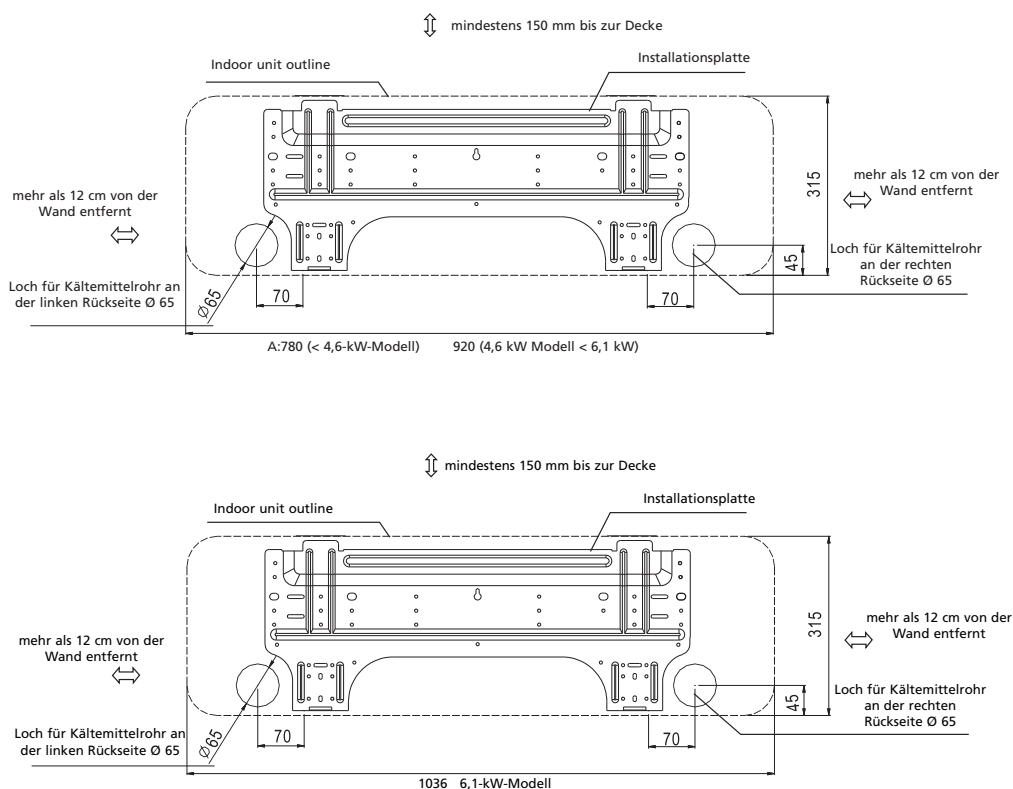

Fig. 5
1. Bestimmen Sie anhand der Zeichnung in Abbildung 5 die Lochpositionen und bohren Sie ein ① Loch 65 mm tief in die Wand, wobei das gebohrte Loch leicht zur Außenseite hin schräg verläuft. Dadurch wird verhindert, dass Wasser in den Innenbereich gelangt.